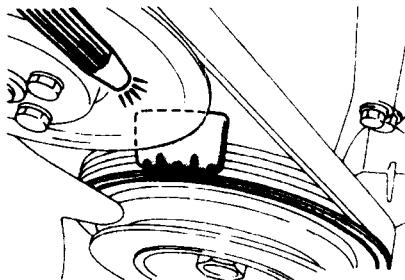

图 11 检查点火正时——海市蜃楼 (Mirage) 车
①安装一个新的分电器壳 O 形密封圈, 并用洁净润滑油进行润滑。
②将分电器转子与壳体、壳体与发动机上的配合标记分别对齐, 确保安装可靠且分电器轴充分啮合。
③拧紧固定螺母。
④连接分电器配线插接器。
⑤检查 O 形密封圈, 确保安装正确, 安装分电器盖, 拧紧锁止螺钉或固定好弹簧夹。
⑥接通蓄电池负极接线。
⑦调整点火正时, 拧紧固定螺母, 拧紧力矩为 8lbf·ft (11N·m) (图 11)。
①安装一个新的分电器壳 O 形密封圈, 并用洁净机油润滑。
②将发动机第一缸活塞置于压缩冲程的上止点, 将减振器的装配标记与正时指示器的零刻度对齐。